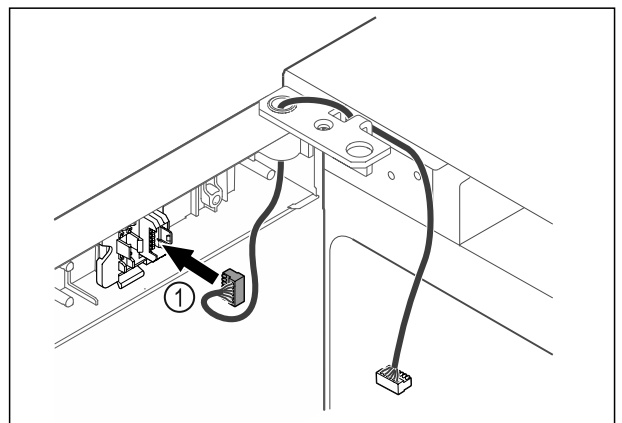

Fig. 40
- ▶ Вставити штекер Fig. 40 (1) в кріплення штекера.